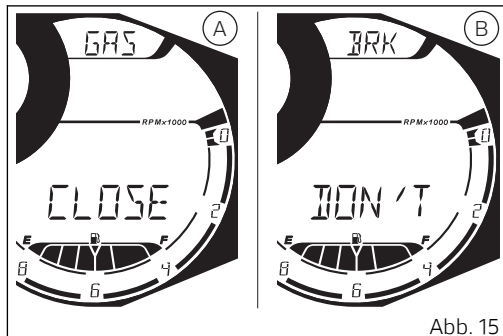

Abb. 15
- wenn die Fahrzeuggeschwindigkeit ≤ 5 km/h (3 mph) beträgt und die Position der Gassteuerung „offen“ ist, zeigt das Cockpit die Angaben „CLOSE“ und „GAS“ (A, Abb. 15) an. Nur wenn die Gassteuerung „geschlossen“ wird, wird vom Cockpit der gewählte Riding Mode bestätigt und wieder auf die „Standard-Anzeige“ umgeschaltet.
- wenn die Fahrzeuggeschwindigkeit > 5 km/h (3 mph) beträgt und die Position der Gassteuerung „offen“ ist, zeigt das Cockpit die Angaben „CLOSE“ und „GAS“ (A, Abb. 15) an. Nur wenn die Gassteuerung „geschlossen“ wird, bestätigt das Cockpit den gewählten und schaltet wieder auf die „Standard-Anzeige“ um.
- wenn die Fahrzeuggeschwindigkeit > 5 km/h (3 mph) beträgt und die Gassteuerung „geschlossen“ ist, doch die Bremsen betätigt sind, zeigt das Cockpit die Angaben „DON'T“ und „BRK“ (B, Abb. 15) an. Nur wenn
- wenn die Fahrzeuggeschwindigkeit > 5 km/h (3 mph) beträgt und die Gassteuerung „offen“ ist und die Bremsen betätigt sind, zeigt das Cockpit die Angaben „CLOSE GAS“ (A, Abb. 15) und „DON'T BRK“ (B, Abb. 15) abwechselnd an. Nur wenn die Gassteuerung „geschlossen“ wird und die Bremsen zurückgelassen werden, wird vom Cockpit der gewählte Riding Mode bestätigt und wieder auf die „Standard-Anzeige“ umgeschaltet.
Werden die vorstehenden Bedingungen für die „Bestätigung“ des Wechsels des Riding Modes nicht innerhalb von 5 Sekunden ab der Aktivierung der Angabe „CLOSE GAS“ (A, Abb. 15) und/oder „DON'T BRK“ (B, Abb. 15) erfüllt, wird der Wahlvorgang abgebrochen und das Cockpit blendet die vor dem Öffnen der Riding Mode-Wahl angezeigte Seite an ohne irgendeine Einstellung zu ändern.